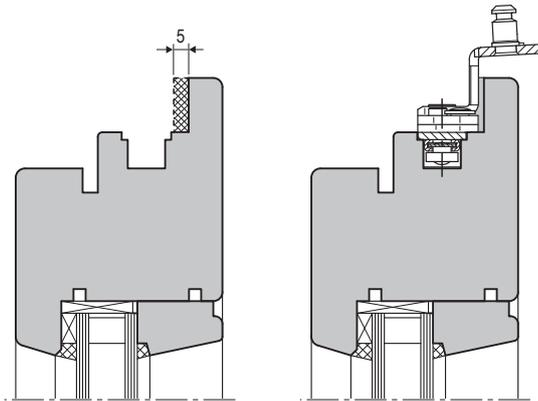

fig. 2
- 1) Regolare la dima art. M02030.00.01 (fig. 1) in base al tipo di battuta del serramento, considerando che l'ingombro delle articolazioni dei movimenti angolari superiori é di 5 mm dal bordo del canalino di alloggiamento ferramenta (fig. 2).